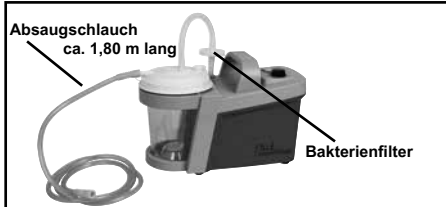

Bild 7
**Hinweis: Den Behälter nie am Deckel tragen. Der gefüllte Behälter kann sich vom Deckel lösen und zu Boden fallen (Bild 7). Benutzen Sie zum Entleeren des Sekretbehälters den Sekretausguss.**
**Folgende Verbrauchsmaterialien sind gemäß den Angaben in Kapitel 6.1. zu wechseln (Bild 7):**